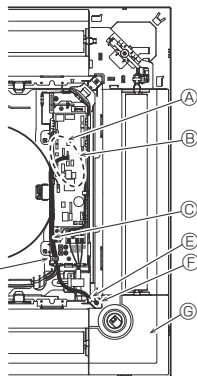
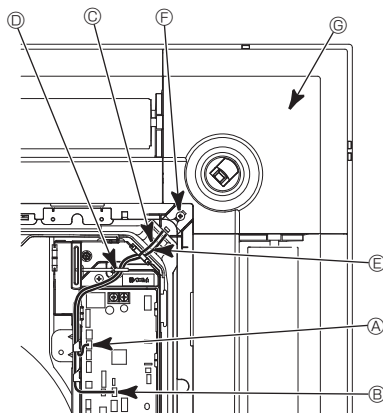
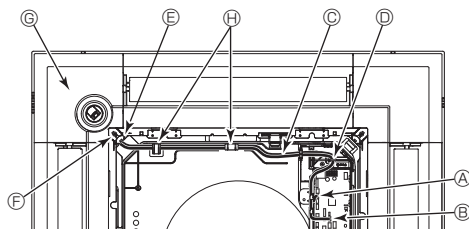

Fig. 6-10
Fig. 6-11
Fig. 6-12
#### 6.5.1. Posición estándar (Fig. 6-10) y posición ② (Fig. 6-11)
- Tome los cables conductores CN4Z (blanco, de 4 polos) y CN5Y (blanco, de 5 polos) del panel angular del 3D i-see Sensor ③ desde el lateral de la caja eléctrica de la unidad, y conéctelos al conector del cuadro del controlador.
- El panel angular del 3D i-see Sensor debería fijarse en la rejilla ① con el tornillo ③.
#### 6.5.2. Posición ① (Fig. 6-12)
[Fig. 6-10] [Fig. 6-11] [Fig. 6-12]